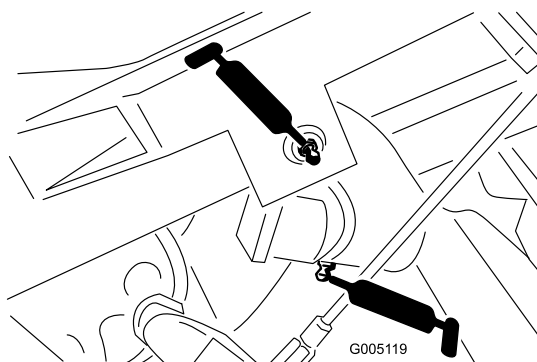

図 32
- 昇降アームのピボット3か所とピボットヒンジ3か所 図 32